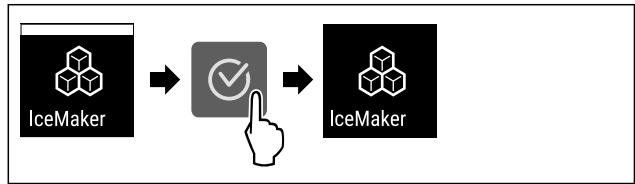

Fig. 21
- ▶ Изпълнете стъпките (виж Fig. 21).